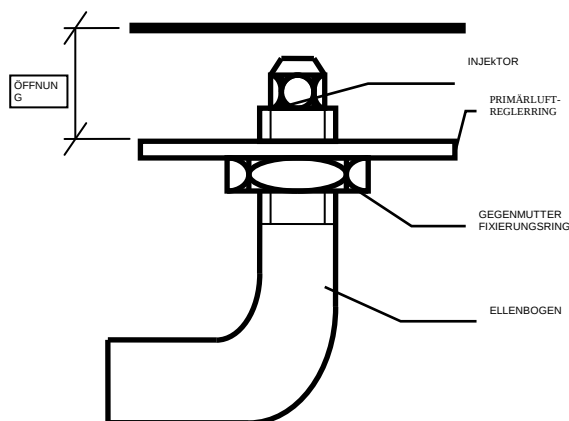

Abb. 2
- c) Schrauben Sie den Injektor gegen Uhrzeigersinn loss laut Abb. 2
- Lösen Sie die Gegenmutter (Abb. 2).
- Schrauben Sie den Reglerring des Brenners fest oder los bis zur Öffnung "D" (Abb. 2 & Tabelle 6) abhängig von dem zu installierenden Gastyp.